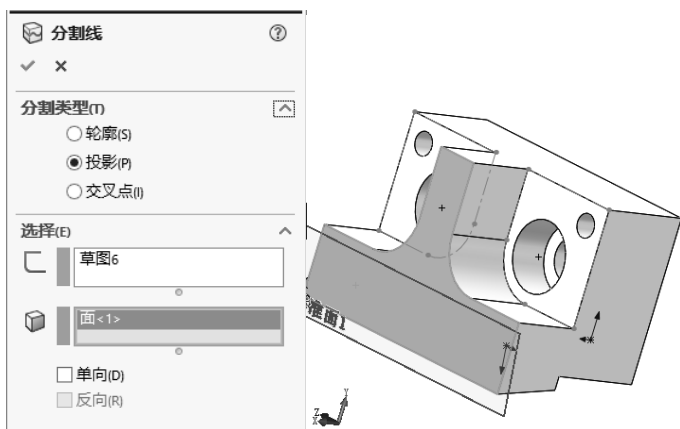

图 3-88 设置“投影”要分割的面
**06** 生成分割线。单击“曲线”工具栏中的“分割线”按钮，或选择菜单栏中的“插入”→“曲线”→“分割线”命令，在绘图区选择“投影”要分割的面，如图 3-88 所示；单击“确定”按钮，从而在所选面上生成分割线。